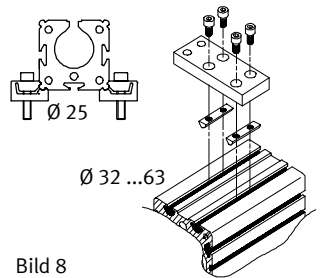

Bild 8
1. Platzieren Sie die Profilbefestigungen am DGPI(L)-... gemäß Bild 8.